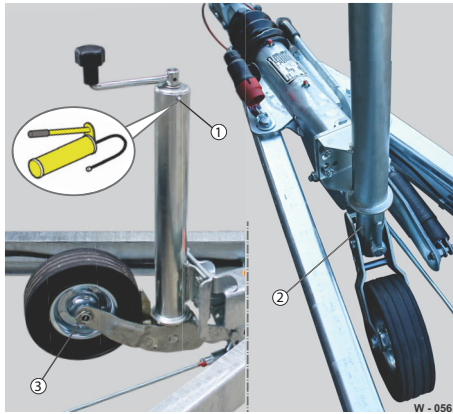

Abb. 45 Automatikstützräder: Schmierstellen
- ▶ Lagerstelle und das Rad (Abb. 45/3) auf Deformation prüfen.
- ▶ Stützrad mittels Fettpresse am Schmiernippel (Abb. 45/1) schmieren.
- ▶ Gleitstelle (Abb. 45/2) fetten.